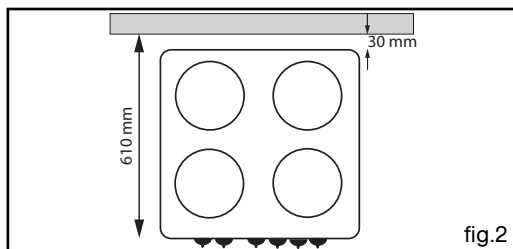

fig.2
- Cote de profondeur d'encastrement entre le mur à l'arrière et l'avant de l'appareil : **610 mm** (voir fig. 2, vue de dessus).
- soit par un raccord rigide (tuyauterie en cuivre) (fig. 2).
- Dévissez à l'aide de la clé fournie les injecteurs situés dans le fond de chaque pot et ôtez-les (fig. 2).